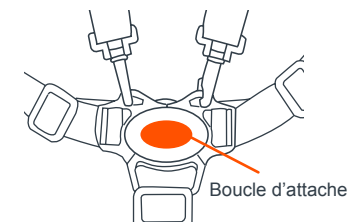

Fig. 14a
14) • Pour libérer la ceinture, appuyer sur le bouton rouge au centre des boucles, les deux sangles se détacheront (Fig. 14a).